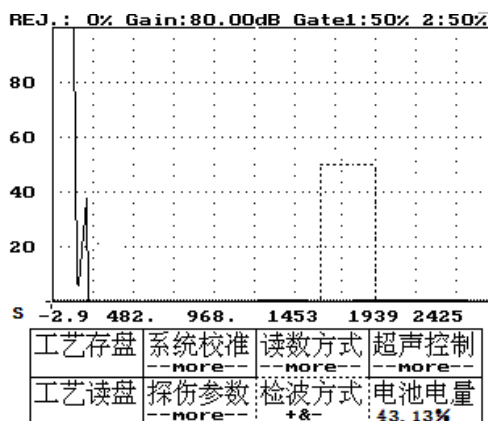

图 17-1
- 2、按方向键——将虚框移到检波方式，如图 17-1 所示。